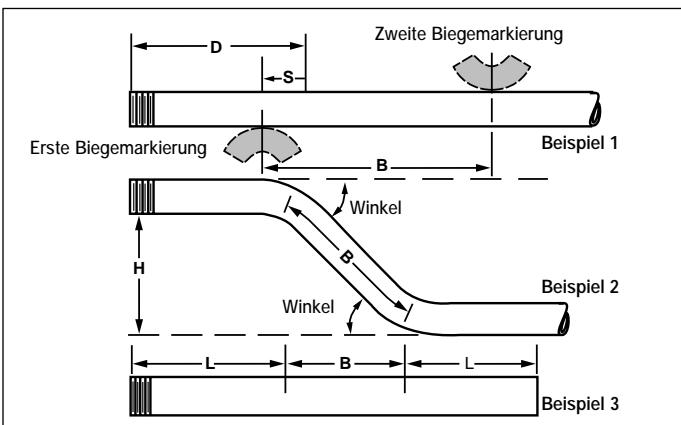

Abbildung 7
- Die zweite Biegemarkierung (**B**) am Rohr wie in Abbildung 7, Beispiel 1 markieren.